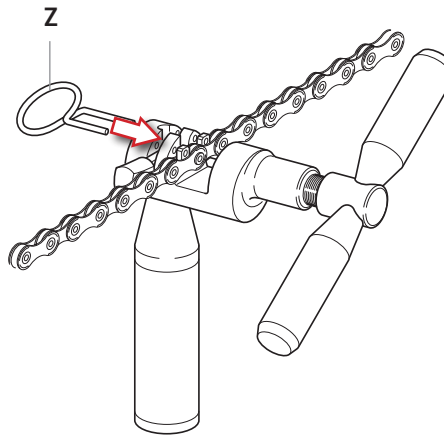

Fig.19
- Introducir el eslabón que hay que cerrar en el alojamiento correspondiente (Fig. 19).
- Bloquear el eslabón mediante el dispositivo de bloqueo correspondiente (Z - Fig. 19).